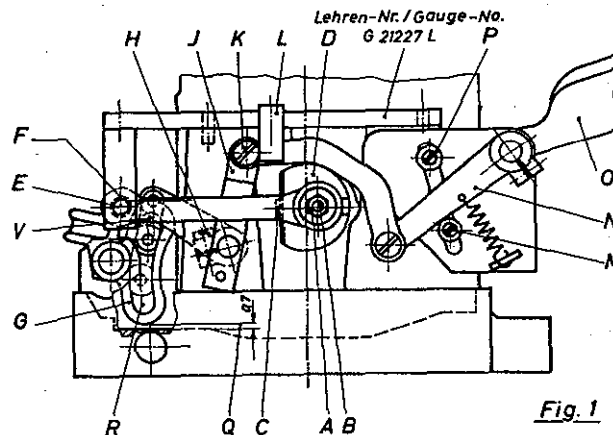

Fig.1
Der Transportmechanismus wird in der Montage nach Lehre G 21227 L eingestellt. Zur Kulisseneinstellung löse die Mutter (A, Fig.1). (ACHTUNG! MUTTER HAT LINKSGEWINDE). Stelle Bolzen (B) mittels Stellschraube (C) im Achskopf (D) so ein, daß der Stift (E) der Lehre in die Bohrung (F) des Kulissenantriebsbolzens einrastet, wenn der obere Kulissensteil in seiner äußersten Stellung in Richtung zur Nadel steht. Ziehe die Mutter (A) wieder gut an. Löse Pratzschraube (H); lege Paßstück (V) in die Kulissee (G) und stelle den Kulissenstein gegen das Paßstück (V); schwenke den Hebel (I), bis der Schraubenkopf (K) am Anschlag (L) der Lehre anliegt; ziehe die Pratzschraube (H) wieder gut an. Nun stelle den Anschlag (M) gegen den Hebel (N).
The feed mechanism is set in the assembling department by using gauge G 21227 L. To adjust rocker "G" loosen nut (A, Fig.1). (CAUTION! NUT HAS LEFT THREAD). Place the feed crank stud (B) in the main shaft slot (D) by the regulating screw (C) so, that the pin (E) of the gauge fits into the hole (F) of the feed rocker shaft, when the upper part of the segment of the rocker (G) is in its end position to the needle. Tighten nut (A). Loosen screw (H); place distance gauge (V) in the segment of the rocker (G) and press the sliding block against the distance gauge (V). Move lever (I) until the head of the screw (K) contacts the stop (L) of the gauge. Tighten screw (H). Then set stop ring (M) against lever (N).
ACHTUNG! BEACHTE, DAB BEI GRÖBTEM KULISSEN-AUSSCHLAG 0,7 mm FREIGÄNGIGKEIT ZUM GEHÄUSEBODEN VORHANDEN IST. (Q, Fig.1).
CAUTION! BE SURE THAT THERE IS 1/32 INCH SPACE BETWEEN THE SEGMENT (G) AND THE BED AT THE LARGEST STITCH LENGTH (Q, Fig.1).